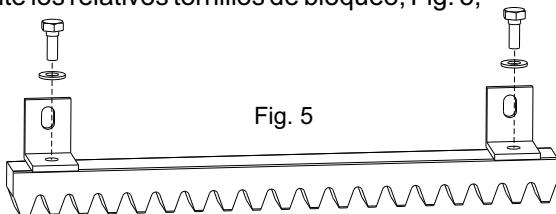

Fig. 5
5.2. fijar en cada elemento de cremallera los soportes a L mediante los relativos tornillos de bloqueo, Fig. 5;